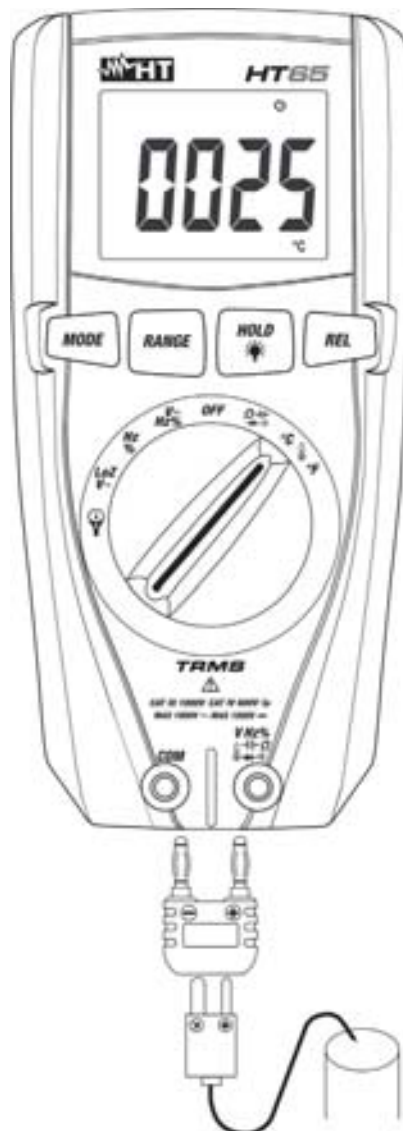

Fig. 9: Uso do instrumento para a medição de Temperaturas
2. Inserir o adaptador fornecido nos terminais de entrada $\text{V}\Omega\text{Hz}$ (polaridade +) e **COM** (polaridade -) (ver Fig. 9).